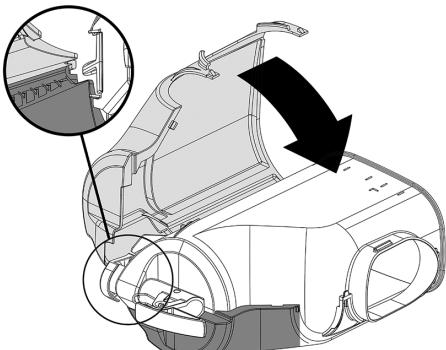
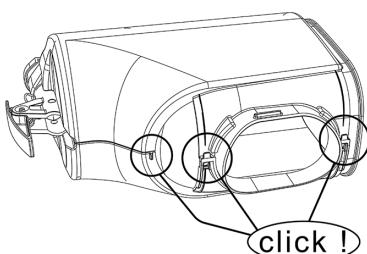

figure 7
figure 8
- 2** Placer la partie gauche du couvercle enveloppant en veillant à bien faire correspondre l'emboîtement indiqué. Fermer maintenant en faisant cliquer les deux parties. (voir figure 7)(voir figure 8).